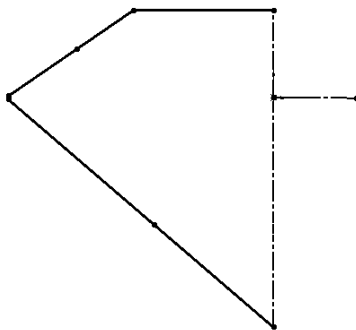

Рис. 3.7
4. Заходим в режим эскиза на фронтальной плоскости и с помощью команды преобразования объектов проецируем боковые кромки камня на эскиз (рис. 3.7).